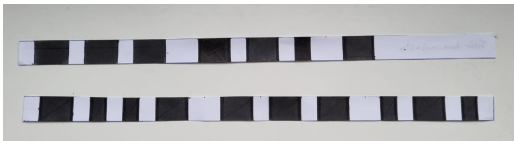

Abbildung 4. Zwei Morsecode-Streifen (Oberer: „O B T“, Unterer: „X O R“)
1) *Der Morsecodestreifen:* Der Morsestreifen, siehe Abbildung 4, besteht aus einer schwarzen und weißen Abfolge. Die kürzeren Abschnitte sind immer einen Zentimeter lang, die längeren genau zwei Zentimeter. Die kurzen schwarzen Stellen werden vom El-Mo-Apparat als Punkte, die langen als Striche in dem Morsealphabet interpretiert. Die kurzen weißen Stellen entsprechen Pausen, die zwischen den einzelnen Zeichen (Punkten und Strichen) benötigt werden, damit später ein Buchstabe ausgegeben werden kann. Ohne die langen weißen Abschnitte können die Buchstaben nicht voneinander getrennt abgelesen werden.